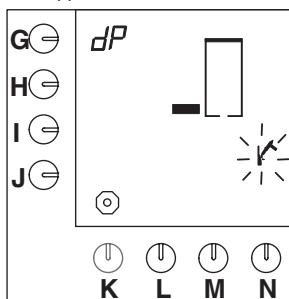

Fig. 24 Første nivå av renseprogrammet, varmtvannsystemet
- Første nivåfelt vises på displayet og hammersymbolet blinker (fig.24).